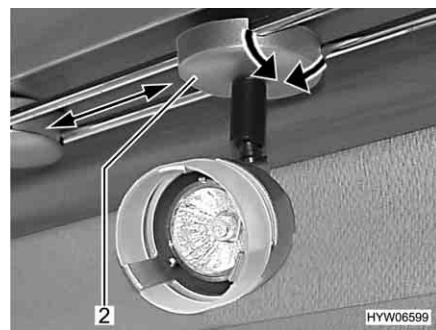

Bild 102 Spotleuchte verschieben
- Halterung (Bild 102,2) fassen.